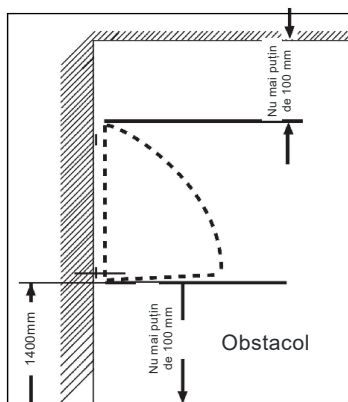

Figura 1
1. Folosind înălțimile și parametrii recomandați pentru instalare, marcați poziția uscătorului de mâini pe perete (Figura 1).